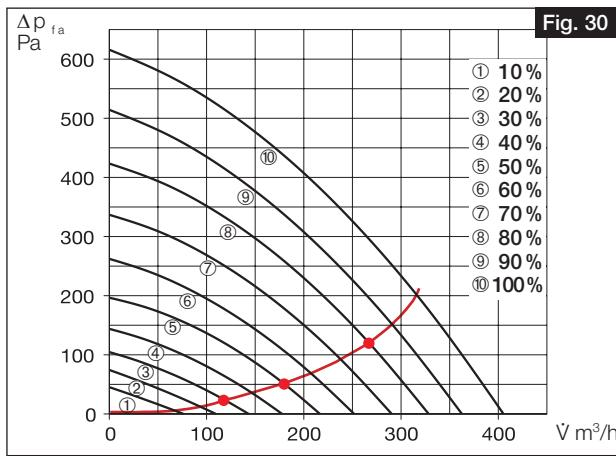

Fig. 30
6. Si les différents points de mesure sont connectés, la courbe caractéristique du système pour l'air soufflé ou extrait est générée (voir Fig. 30).